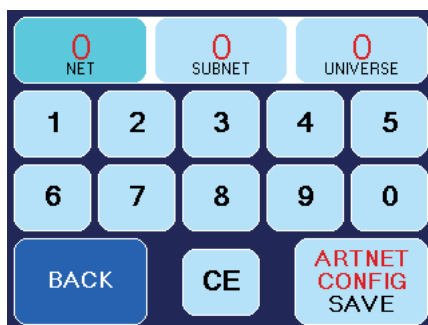

Fig. 13 Écran de configuration d'ARTNET
- Sélectionnez *NET*, *SOUS-RESEAU* ou alors *UNIVERS* (Fig. 13, ligne 1), pour changer la valeur respective. Appuyez sur *CE* et saisissez la nouvelle valeur.
- En appuyant sur *CONFIG ARTNET SAUVEGARDE* enregistre les valeurs, *ARRIÈRE* revient à l'écran précédent (12) sans enregistrer la valeur.
- Appuyez sur *PROTOCOLE SAUVEGARDER* (12) pour enregistrer les ajustements ARTNET. Si vous appuyez sur *ARRIÈRE*, vous reviendrez aux paramètres ou à l'écran principal sans enregistrer les valeurs.